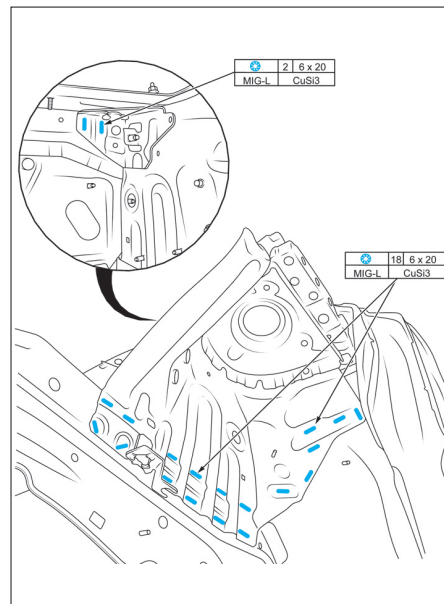

FIG. 14
- Souder le passage de roue (Fig.14).